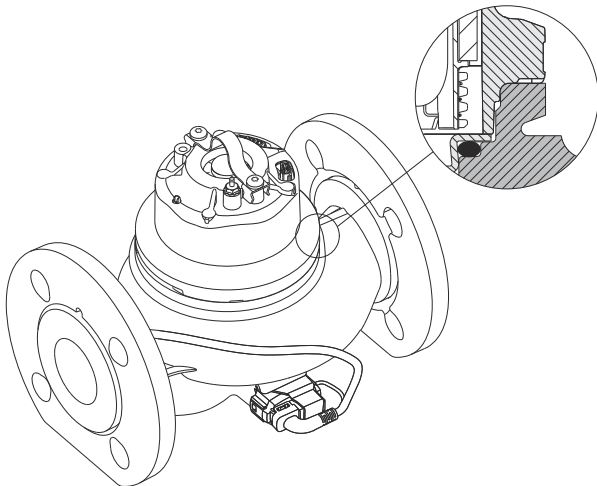

Рис. 16 Правильное положение головной части насоса
3. Нанесите метку положения хомута (92) и головной части насоса (301) несмываемым маркером, чтобы установить хомут и новую головную часть насоса в том же положении.
4. Ослабьте хомут и снимите головную часть насоса (301) с корпуса насоса (6). Возможно, чтобы высвободить головную часть насоса, по ней придется постучать сбоку.
5. Снимите уплотнительное кольцо (301) с корпуса насоса.
9. В соответствии с меткой установите головную часть насоса в том же положении, в котором находилась старая головная часть насоса. Убедитесь, что головная часть насоса установлена в правильном положении. Между контактными поверхностями корпуса насоса и головной частью насоса не должно быть зазора. См. рис. 16.